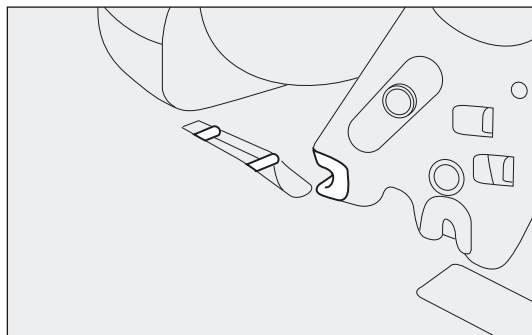

fig. 26e
- ☐ steek de haken in de vloer fig. 26e;